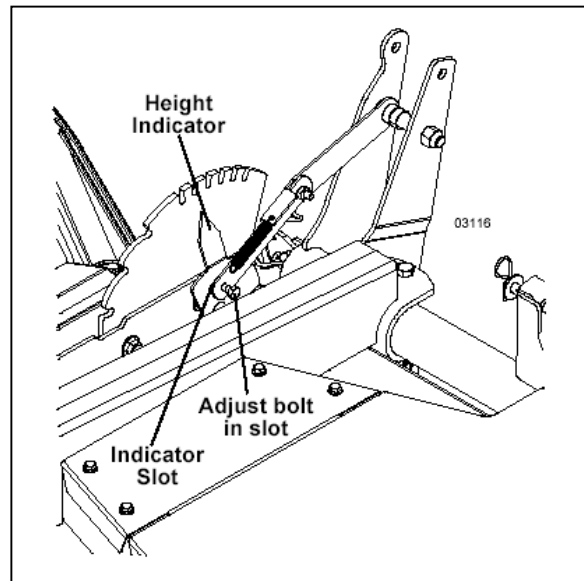

Fig. 12
- Vip den elektriske aktuatorkontakt indad for at løfte klipperdækket op i maksimal højde. Højdeindikatoren indstilles ved at justere boltene i indikatorslidsen, så den passer til klipperdækkets højde (se fig. 12).